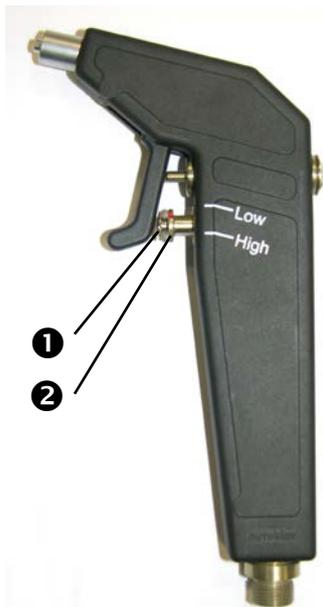

Fig. 6. Irrigador
- Antes de la estimulación, desenrosque el tornillo (❶, fig. 6) hasta la posición del gatillo.
- Posición de la palanca de ajuste: High (ver fig. 6, página 13).
- Posición de la palanca de ajuste: Low (ver fig. 6, página 13).